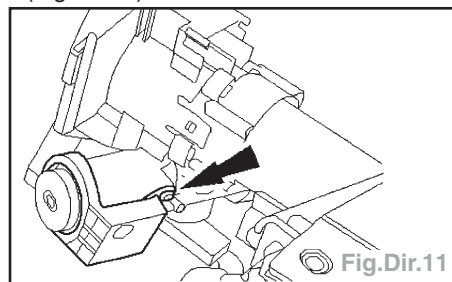

Fig.Dir.11
- Déposer l'émetteur-récepteur du dispositif antivol passif (PATS) (volant déposé sur l'illustration pour plus de clarté) (Fig.Dir.11).